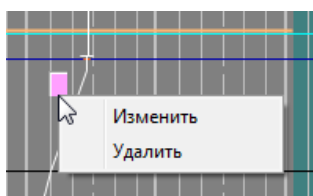

Рис.78. Меню операций с установленной пометкой
1. Для изменения текста пометки подвести указатель «мыши» к пометке, дождаться изменения цвета пометки и появления всплывающего окна с информацией о пометке и нажать правую клавишу «мыши». Появится всплывающее меню операций с пометками. Выбрать пункт меню «Изменить» (см. рис. 78).